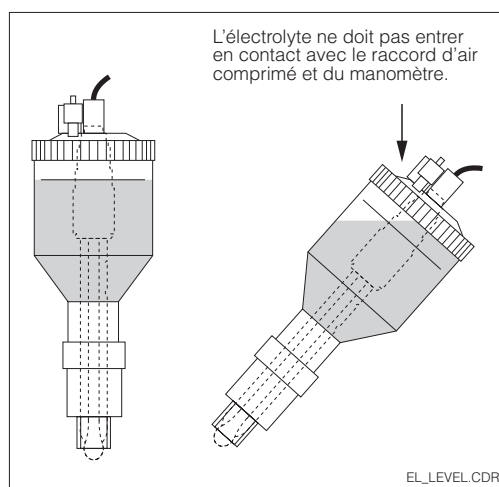

Fig. 3.8 Hauteurs de remplissage d'électrolyte
- Les raccords d'air comprimé et du manomètre ne doivent pas être submergés par l'électrolyte (voir fig. 3.8).